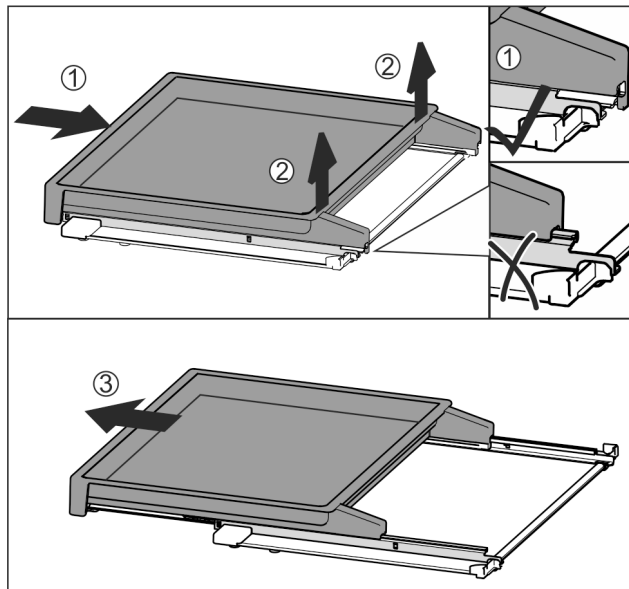

Fig. 112
- ▶ Wsunąć całkowicie wysuwaną półkę Fig. 112 (1).
- ▶ Zwolnić zatrzask po tylnej stronie Fig. 112 (2).
- ▶ Wyjąć wysuwaną półkę do przodu Fig. 112 (3).